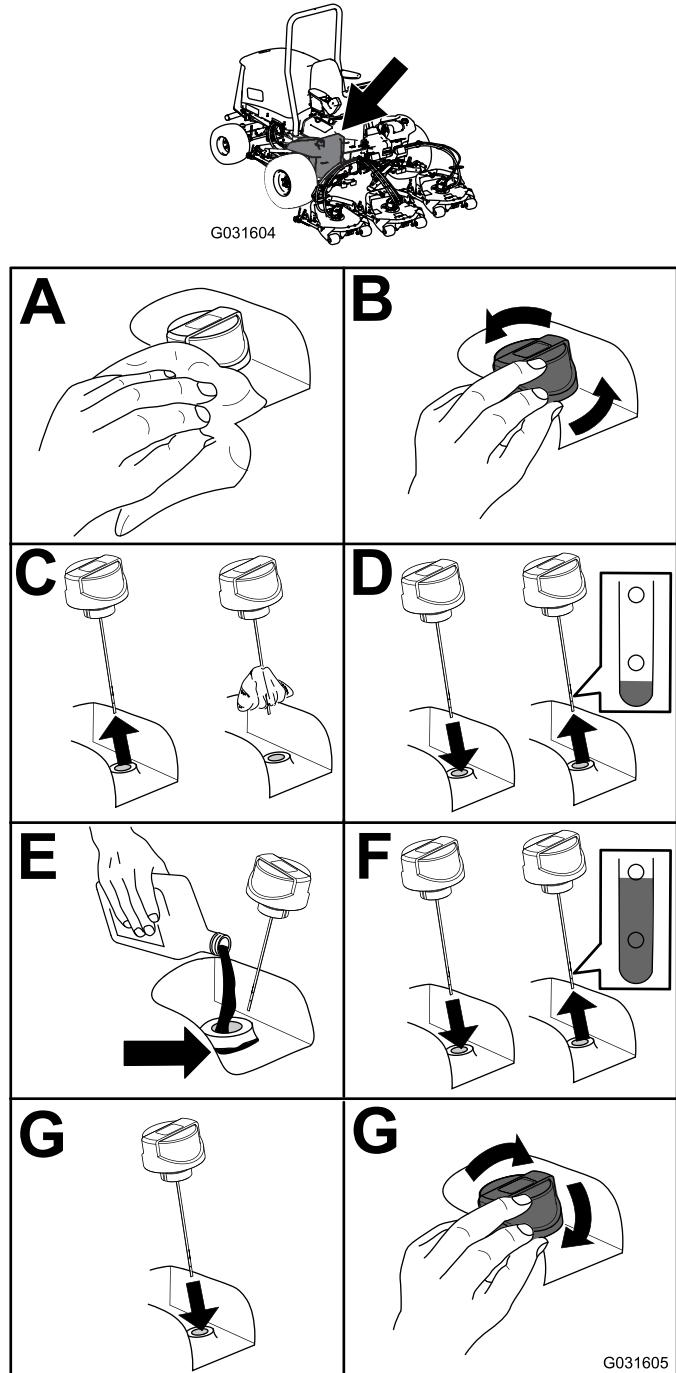

Figura 57
2. Compruebe el nivel de fluido hidráulico (Figura 57).